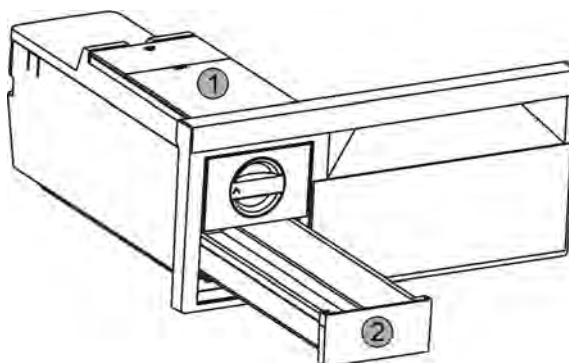

Fig. 36
- ▶ Извлечь бак для воды Fig. 36 (1) и выдвижной ящик для производства кубиков льда Fig. 36 (2).